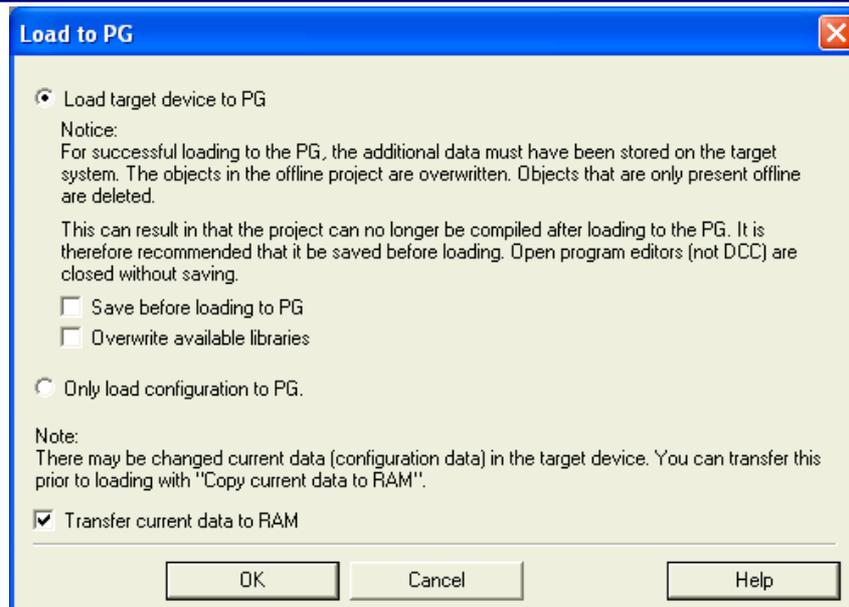

图 8 项目上载时的选项
6) 在线连接 **Simotion**，对于 **Simotion D** 此时只能连接 **Simotion D** 而无法连接集成的 **Sinamics**。选择菜单“**Target System > Download > Load to PG**”，此时弹出上载内容的可选项画面，如图 8：